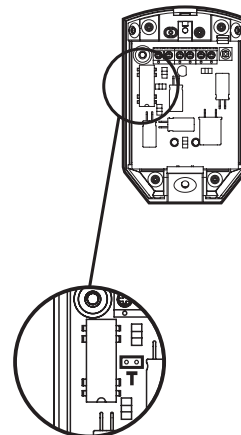

Рис. 3
2. Снять перемычку "Т" (рис. 3) и включить питание извещателя.